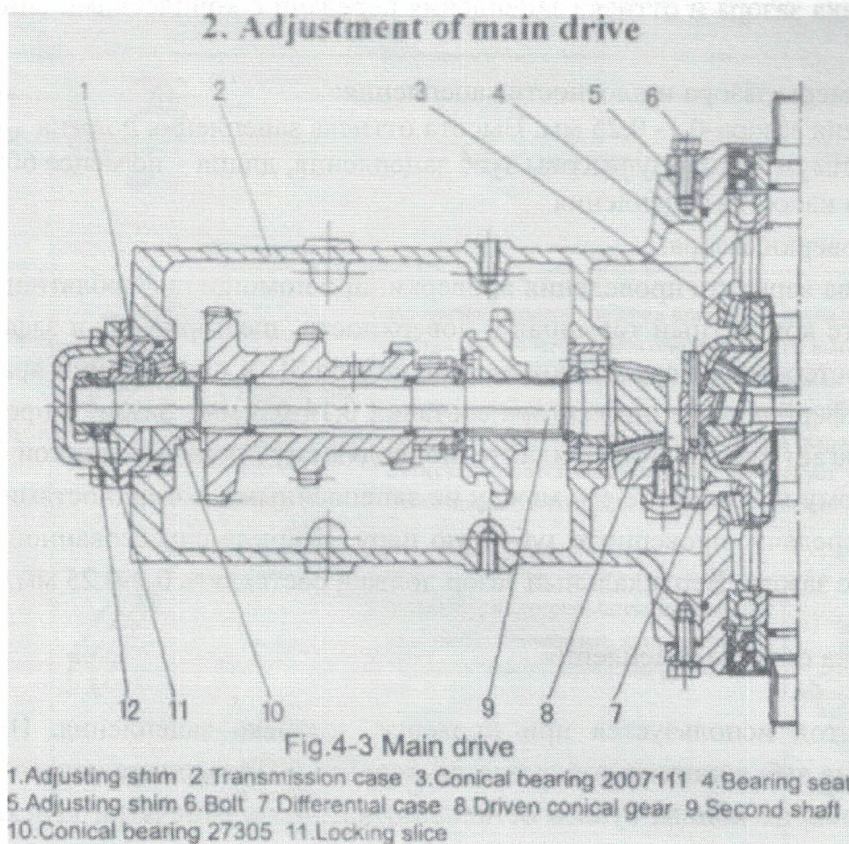

Рис. 3-3. Регулировка главного привода
Во время монтажа оборудования два конических подшипника (3) 2007111 (на обоих концах дифференциала) следует предварительно подтянуть, и 2 конических подшипника 27305 (10) (расположены на втором валу) (рис. 3-3) для того, чтобы уменьшить осевое смещение и повысить уровень вспомогательной жесткости передачи с коническими спиральными шестернями во время эксплуатации трактора. В процессе работы механизма конические шестерни постепенно будут стираться, между ними будет образовываться зазор. Когда величина этого зазора достигнет отметки в 0,1 мм, конические шестерни должны быть заново посажены в натяг.